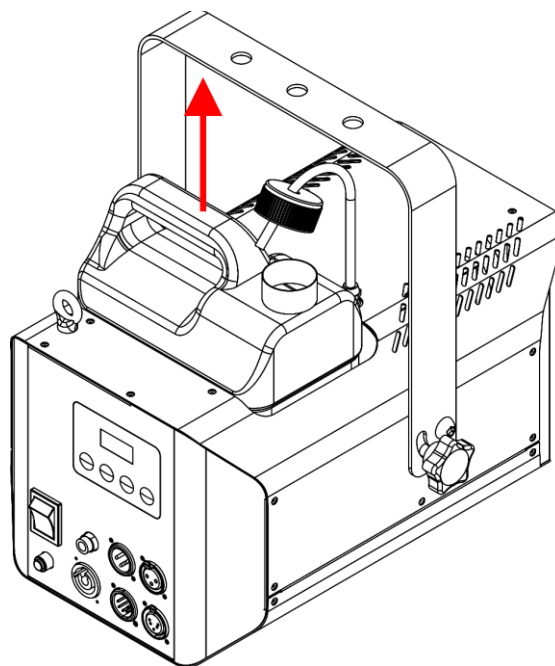

Fig. 15
- 03) Estrarre il serbatoio del liquido, come mostrato nella Fig. 15.